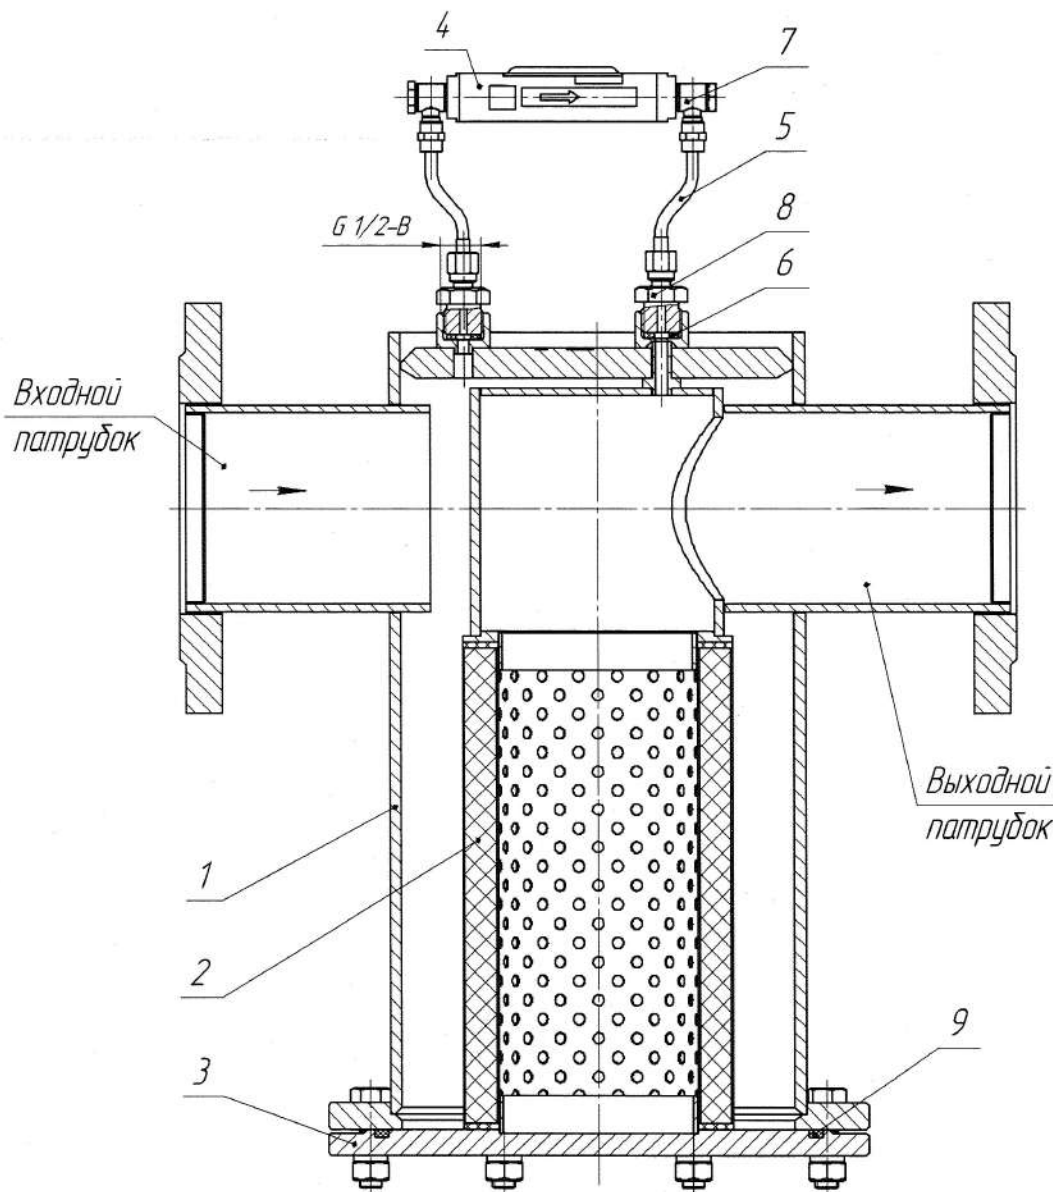

Рисунок 2 - Состав УФ-Г-100
8.1 Устройства фильтрующие УФ-Г-100 (рисунок 2) состоят из корпуса 1, фильтрующего элемента 2, съемной крышки 3, индикатора загрязненности фильтра (ИЗФ) 4, соединительных трубопроводов 5, уплотняющих прокладок 6, фитинга 7 и штуцеров 8 для подсоединения ИЗФ, уплотнительного кольца 9, крепежных деталей.
- снять крышку 3 (рисунок 2);